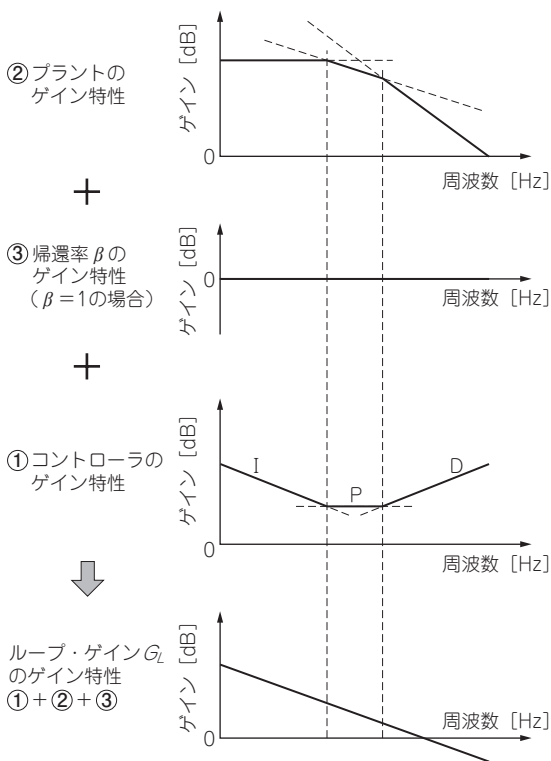

図2 コントローラとプラントと帰還率の各ゲインを足し合わせたものが、ループ・ゲイン $G_L$ の周波数特性になる
- ① サーボ・コントローラ(以下、コントローラ) $A_1$
- ② プラント $A_2$
- ③ 帰還回路 $\beta$
この三つの回路は直列に結合されています。つまり、図2に示すように、①と②と③のゲインと位相を足し合わせたものが、サーボ・システムのループ・ゲイン $G_L$ の周波数特性になります。サーボ・システムが十分なサーボ効果と安定性を得られる条件を満たすように、ループ・ゲイン $G_L$ の大きさ(ゲイン)と位相の周波数特性に手を入れます。